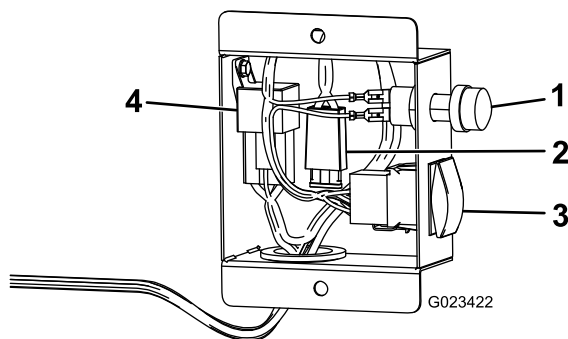

Рисунок 4
2. Перемещая вниз жгут проводки, подсоедините жгут к переключателю интенсивности, кнопке шлангового барабана и реле питания (Рисунок 4).